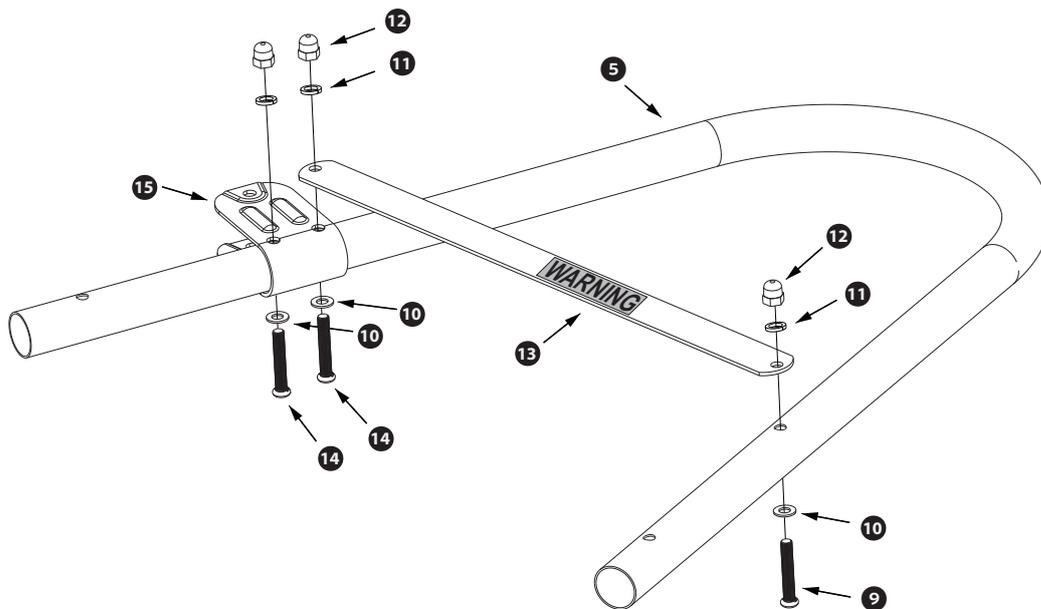

FIG. 5
8. Ripetere per l'altro corrimano (Fig. 5). Ora i due cardini dovrebbero puntare nella stessa direzione mentre il testo su entrambe le parentesi è rivolto verso l'esterno.